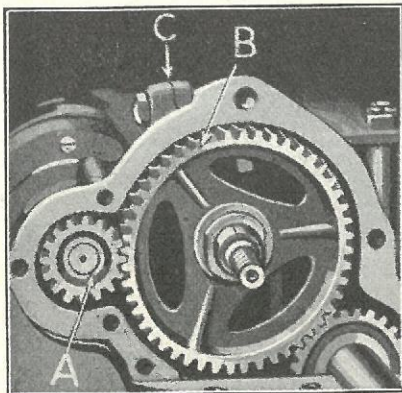
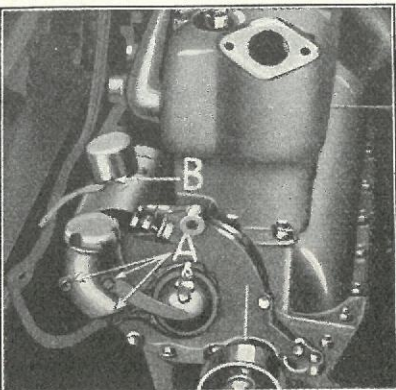
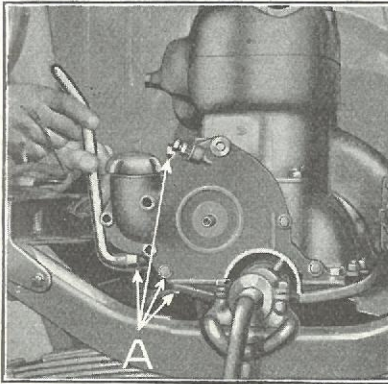

Fig. 262
Fig. 263
Fig. 264
- 448** Støj, som henføres til Vekseldrevene, stammer undertiden fra, at Dynamodrevet (Fig. 262-A) ikke er i korrekt Indgribning med Knastakseltandhjulet »B«. For at bestemme, hvor Fejlen ligger, løftes Hjelmen af, og Dynamoen aftages ved at løsne Fordelerskruen og de to Dynamoskruer (Fig. 263-A) samt afkoble Kablet ved Relaisskruen »B«, hvorefter Dynamoen kan udtages. Luk Tandhjulshuset med Dækselpladen T-3017 D 1773 ved at anbringe Pladen paa de tre Bolte »A« Fig. 213 og spænd Møtrikkerne fast. Derefter startes Motoren.
- 449** Hvis Støjen nu er ophørt, skyldes den altsaa fejlagtig Indgribning mellem Dynamodrevet og Knastakseltandhjulet. (Hvis Støjen ikke er forsvundet, se Par. 451). Dynamodrevets Tænder skal mangle mellem 2 og 4 Tusindedel Tomme i at gaa i Bund og kan reguleres ved Indlægning af Mellemlæg ved »C« (Fig. 262). Hvis Drevet gaar for haardt i Bund, aftages Dynamostøtten ved Udtagning af de fire Skruer »A« (Fig. 264), som holder Støtten til Cylinderblokken og Krumtaphuset, og en sværere
Pakning indlægges ved »C« (Fig. 262). Hvis der derimod er for stort Spillerum mellem Drev og Tandhjul, indlægges en tyndere Pakning ved »C«. Er Spillerummet stadig for stort, kan det rettes ved at slibe noget af Dynamostøtten. Dette kan gøres med fint Sandpapir paa en Plan.